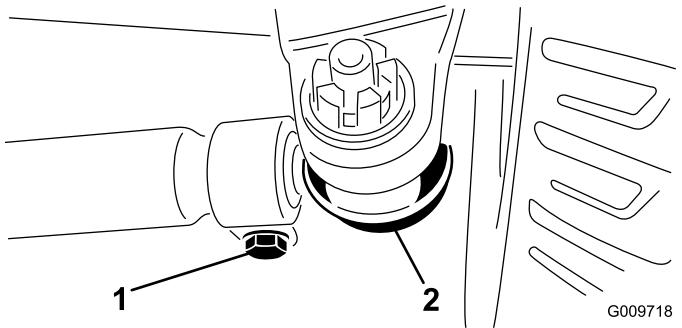

Figura 54
2. Para ajustar, retire la chaveta y la tuerca de la rótula de cualquiera de las bielas (Figura 54).
4. Afloje las abrazaderas en ambos extremos de las bielas (Figura 54).
5. Gire la rótula retirada una (1) vuelta completa hacia dentro o hacia fuera.
7. Gire el conjunto completo de la biela una (1) vuelta completa en el mismo sentido (hacia dentro o hacia fuera).